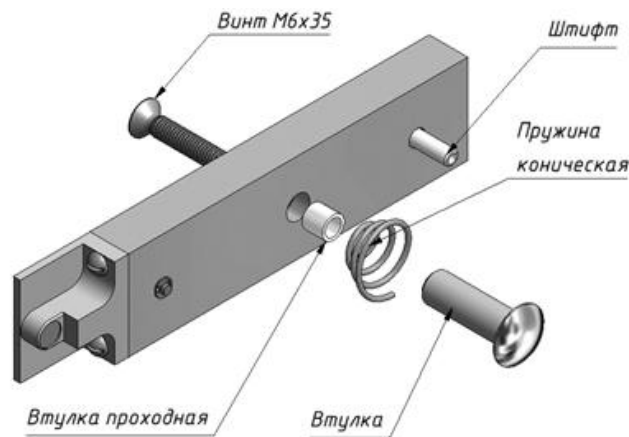

Рисунок 4 - Комплект крепления якоря
- шайба 6 (6).....	2 шт.
- болт М6х12 (7).....	2 шт.
- винт заземления М5х8 (8).....	1 шт.
- шайба 5 (латунь) (9).....	2 шт.
- винт М6х6 уст. (нерж.) (10).....	2 шт.
- винт М6х16 (потайн.) под ключ S4 (11).....	1 шт.
- якорь (12).....	1 шт.
- пружина коническая (из комплекта крепления якоря) (13).....	1 шт.
- пластина крепления якоря (14).....	1 шт.
- комплект крепления якоря (рисунок 4).....	1 шт.
- с помощью комплекта крепления якоря с отверстиями в двери для винта крепления якоря и фиксирующего штифта (рисунок 4);